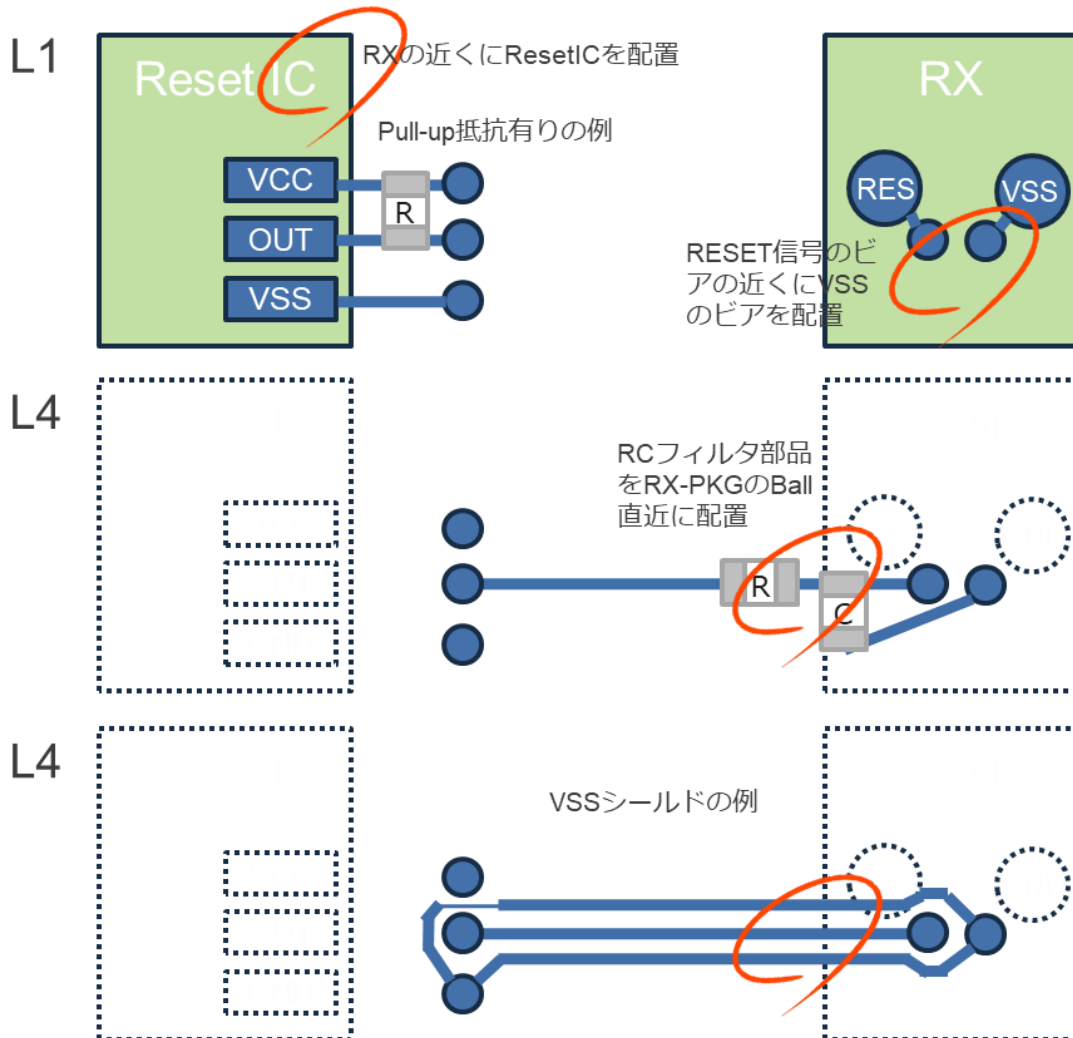

図 14. Reset の推奨設計イメージ図（平面図）
- ・リセット IC と直接接続する場合、極力マイコンの近くにリセット IC を配置する（図 14）。
- ・ノイズを抑制する場合、ローパスフィルタの挿入を推奨する。（ローパスフィルタ挿入時は VSS シールド不要）（図 14）
- ・他信号（特に、大電流が流れるパターンや高速信号パターン）とは隣接並走させず、太く且つ複数の TH が打たれた VSS でシールドする（図 14）。